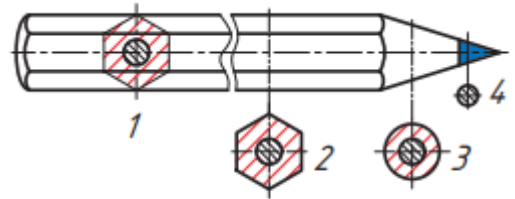

Рис. 77. Сечения
2. На ваш взгляд, какие сечения относятся к вынесенным, а какие к наложенным? Используя рисунок 77, объясните, в чем их особенности.